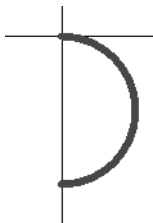

图 11-51 绘制一个半圆
2) 选择菜单命令“放置”→“弧”或在原理图的空白区域单击鼠标右键，在弹出的菜单中选择“放置”→“弧”命令，启动绘制圆弧命令。此时，光标变成十字形，在编辑区的第四象限绘制出一个半圆，如图 11-51 所示。